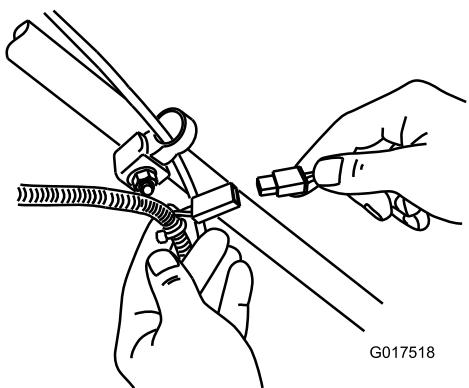

Figure 35
- Branchez le chargeur sur le faisceau de câblage situé sous la clé de contact (Figure 35).